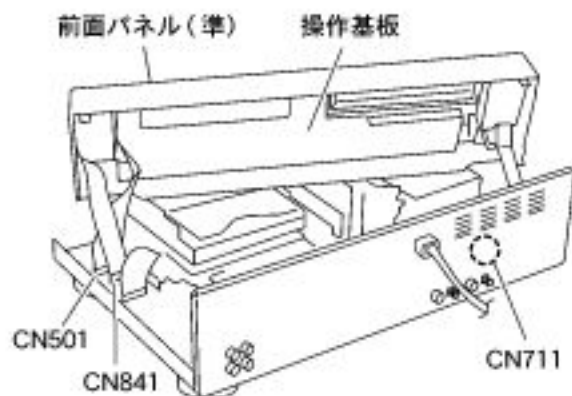

図 1
■操作基板のチェック (図1参照)
2. 図1の状態で作成基板のチェックを行なう。